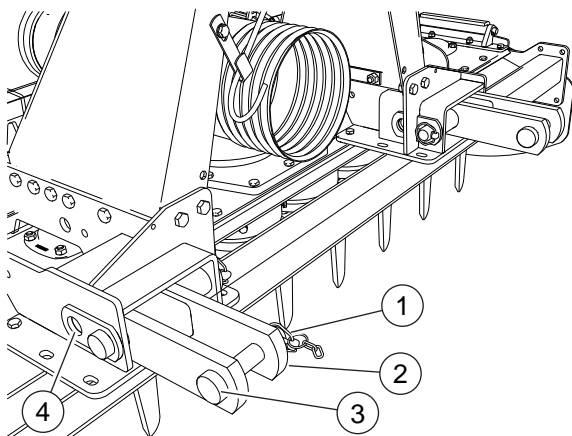

FIG. 26
- Den Splint entfernen (1, "Fig. 26").
- Den Pin herausziehen (3).
- Den Traktor-Anschluss herausziehen und um 180° drehen (2).
- Den Pin einsetzen (3).
- Den Pin mit dem Splint sperren (1).